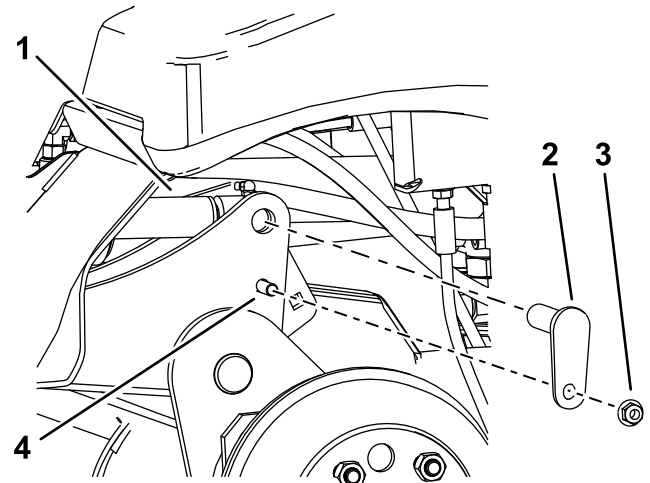

Figure 9
C. À l'aide d'un pointeau, alignez les trous des tiges de vérin et les trous des bras de levage (Figure 9).
D. Avec 2 boulons (3/8" x 1/4"), 2 écrous (3/8") et 2 petits axes, fixez les bras de levage aux vérins (Figure 9).